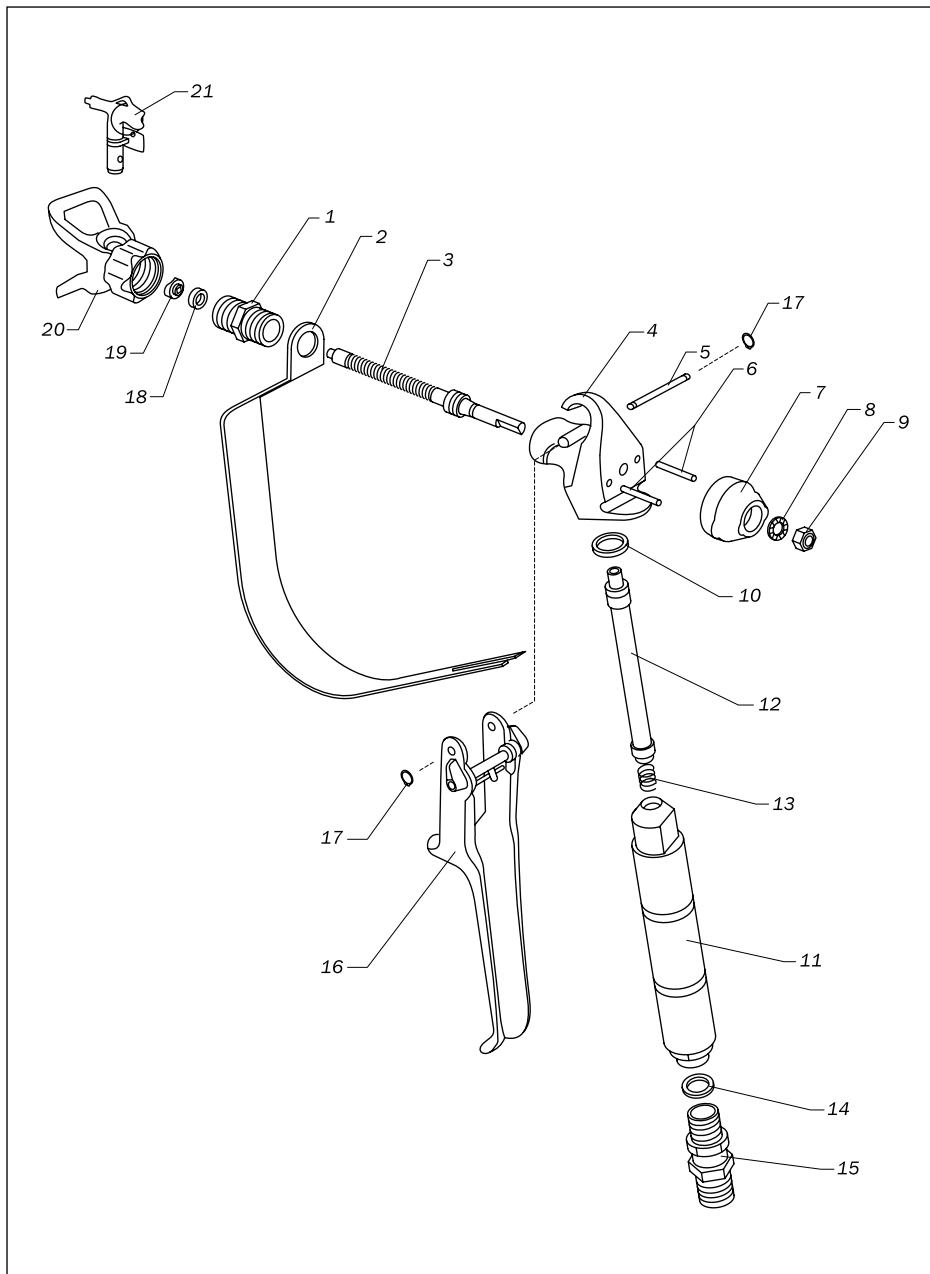

Рис. 8.1.
Деталировочный чертеж краскораспылителя — см. рис. 8.1.
2. Снимите соплодержатель 20 и распылительное сопло 21 (рис. 8.1).